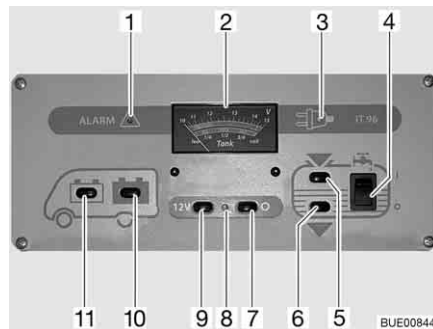

Fig. 171 Panneau de contrôle IT 96-2
L'interrupteur principal 12 V (Fig. 171,7 et 9) établit ou coupe le panneau de contrôle et l'alimentation 12 V de la cellule.
*Mise en marche :* ■ Appuyer sur le commutateur (Fig. 171,9) "12 V" : L'alimentation 12 V de la cellule est assurée. Le voyant de contrôle (Fig. 171,8) s'allume en vert.
*Mise hors service :* ■ Appuyer sur le commutateur (Fig. 171,7) "O" : L'alimentation 12 V de la cellule est coupée. Le voyant de contrôle (Fig. 171,8) s'éteint.
Observer sur l'indicateur de charge/de niveau de réservoir (Fig. 171,2), la graduation supérieure. L'indicateur s'éclaire automatiquement dès qu'un commutateur est actionné.
- Appuyer sur le commutateur (Fig. 171,11) "": La tension de la batterie de démarrage est affichée.
- Appuyer sur le commutateur (Fig. 171,10) "": La tension de la batterie de cellule est affichée.
Observer sur l'indicateur de charge/de niveau de réservoir (Fig. 171,2) la graduation inférieure. L'indicateur s'éclaire automatiquement dès qu'un commutateur est actionné.
- Appuyer sur le commutateur (Fig. 171,5)  : Le niveau du réservoir d'eau est affiché.
- Appuyer sur le commutateur (Fig. 171,6)  : Le niveau du réservoir d'eaux usées est affiché.
*Mise en marche :* ■ Commutateur à bascule (Fig. 171,4) vers le haut "I" : L'alimentation en eau est activée.
*Mise hors service :* ■ Commutateur à bascule (Fig. 171,4) vers le bas "O" : L'alimentation en eau est désactivée.
Le voyant d'alerte rouge "ALARM" (alarme) (Fig. 171,1) clignote dès que la charge de la batterie de cellule descend en dessous de 11 V (mesurée en marche) et qu'il y a risque de décharge profonde des batteries.
Le voyant de contrôle 12 V (Fig. 171,8) s'allume dès que l'interrupteur principal 12 V (Fig. 171,9) est enclenché.
Le voyant de contrôle jaune 230 V (Fig. 171,3) s'allume si l'arrivée du bloc électrique est sous tension de réseau.